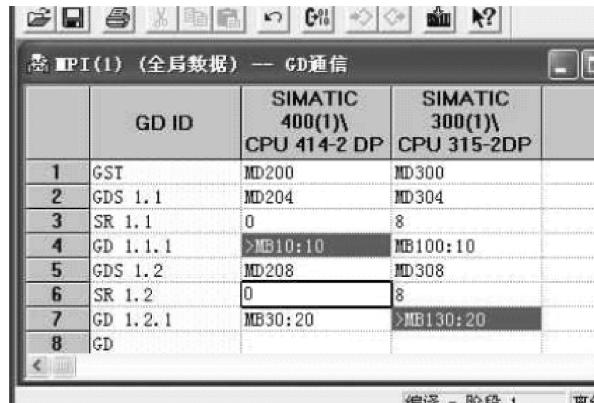

图 7-15 把 S7-400CPU 的 SR 改为“0”
11) 在全局数据包通信时如果需要控制数据的发送与接收，需要调用系统功能 SFC60 及 SFC61，支持这种功能的只有 S7-400 CPU，把需要控制发送与接收的 SR 改为 0 就可以了，如图 7-15 所示。